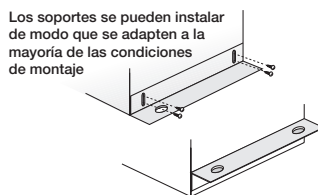

Figura 4
2. Fije los soportes de montaje ajustables en el ventilador, pero deje los tornillos sueltos hasta que se determine la altura adecuada, como se muestra en la Figura 4.